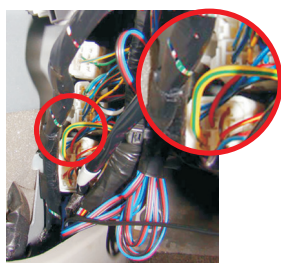

Рис. 8
- 1-ый контакт (питание на стеклоподъемники) 2-контактного разъема модуля подключается к желтому/зеленому проводу в разъеме указанному на Рис. 8. Подключение производится за левой кик-панелью.